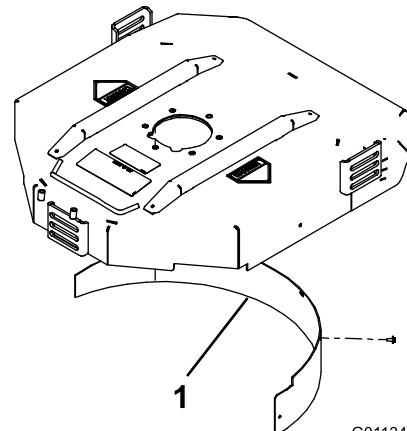

図 8
2. 後部の取り付け穴にマルチングバッフルを取り付け、フランジヘッドボルト 5 本で固定する図 8。